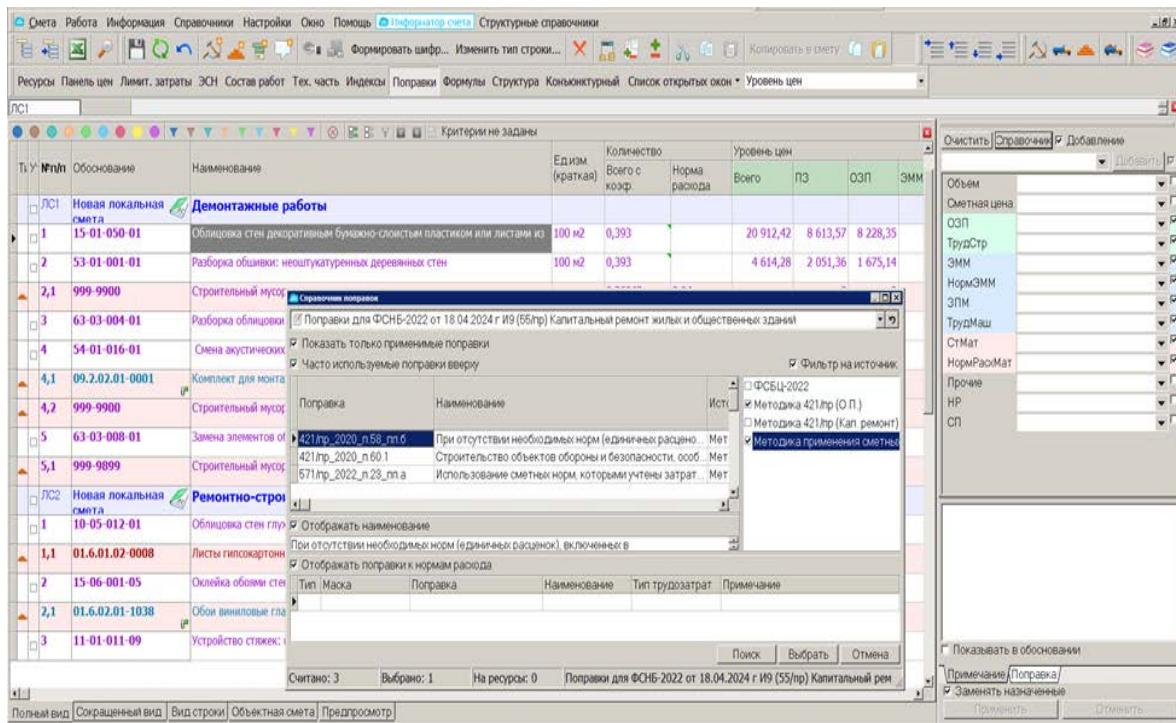

Рис. 13. Назначение поправочных коэффициентов
- открывается справочник поправок, в котором необходимо выбрать нужную (рис. 13).